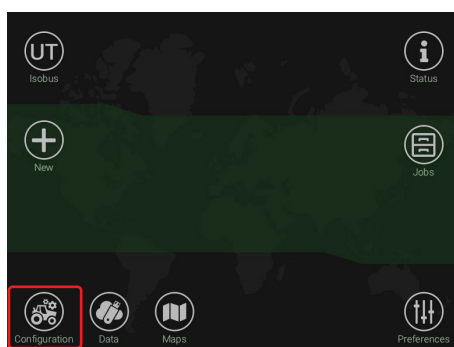

Fig. 31
- Press **Configuration** (Fig. 31).